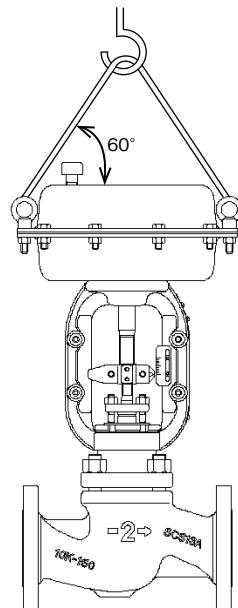

図 2-1 吊り下げ事例
5. アイボルトを使用して調節弁を吊り下げる場合、操作器とワイヤーロープの角度が60°以上になるようロープを準備してください。(図2-1参照)